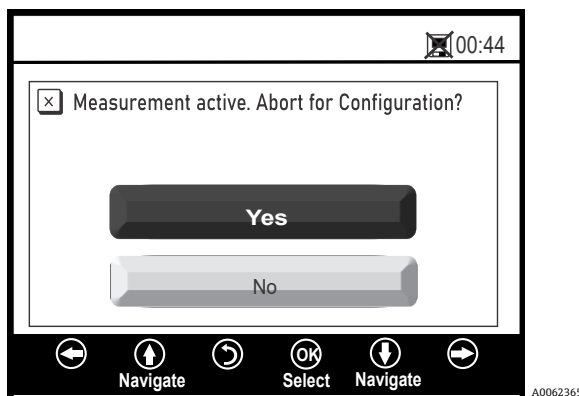

図 16. メッセージウィンドウ - 設定のために測定を停止
- 右矢印をクリックすると、詳細な測定画面が表示されます。詳細な測定情報の表示 → 図 16 を参照してください。